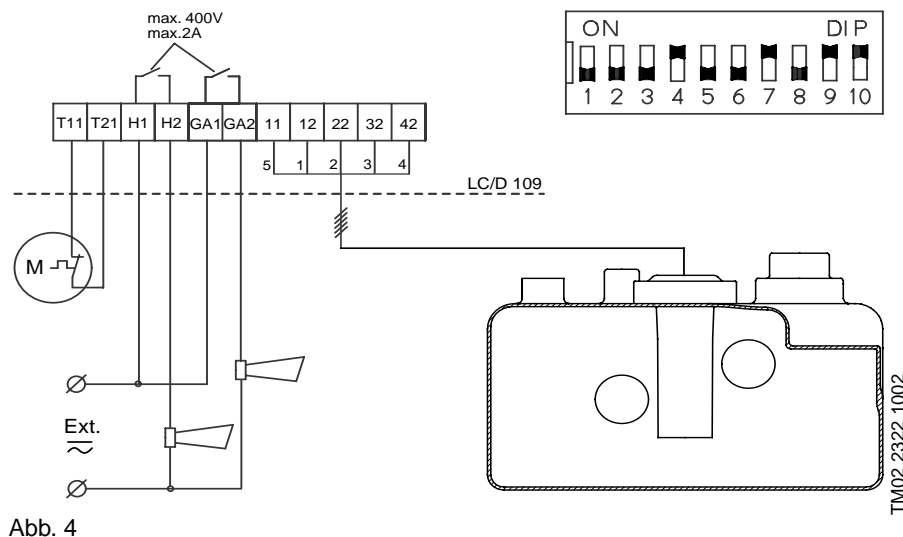

Abb. 4
10. Leiter des Signalkabels abklemmen, siehe Abb. 4.
3. Leiter des Signalkabels anschließen, siehe Abb. 4.